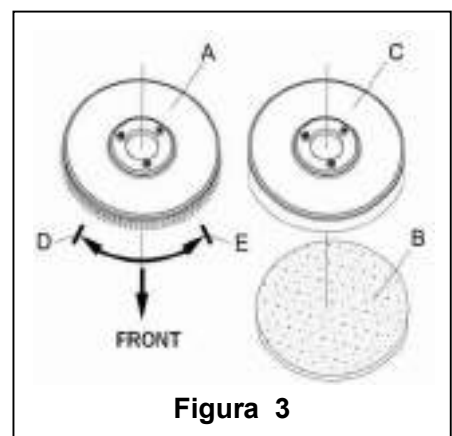

Figura 3
De acordo com o tipo de chão a ser limpo, deve instalar o suporte da escova (Figura 3, A) ou da almofada (Figura 3, B e C).
1. (Só aplicável para **AS430C** e **AS510C**): certifique-se que cabo de energia (9) está desligado da fonte de alimentação e o interruptor (38) está na condição desligada (O).
2. Pressione o guião (2) para levantar o corpo do tanque (26).
3. Coloque o suporte de escova (A) ou almofada (B-C) debaixo da caixa.
4. Utilize o guião (2) para baixar o corpo do tanque (26) para entrar em contacto com o suporte da escova ou almofada.
5. Para instalar o suporte da escova/almofada automaticamente, mude o interruptor de energia (38) para a posição "I" e pressione o interruptor de segurança (1). Empurre gentilmente a máquina para a frente para permitir que a roda no fundo do corpo do tanque se alinhe com o suporte de escova ou almofada, ficando bem instalado. Se necessário, repita este procedimento até o suporte de escova/almofada estar completamente instalado.
6. Se o Passo 5 acima for difícil de completar, utilize o método manual seguindo a seta (D) para instalar o suporte de escova/almofada (como mostrado na **Figura 3**).
7. Para descarregar o suporte de escova/almofada automaticamente, mude o interruptor de energia (38) para a posição "O". Utilize a sua mão para segurar o guião, e pressione a máquina para baixo até que a roda guia toque no chão e o suporte de escova/almofada fique no ar. Mude o interruptor de energia (38) para a posição "I", e pressione o interruptor de segurança para girar o suporte de escova/almofada até que caia no chão.
8. Se o Passo 7 acima for difícil de completar, utilize o método manual de girar o suporte na direcção oposta ao encaixe, e poderá retirá-lo (como mostrado na **Figura 3**).